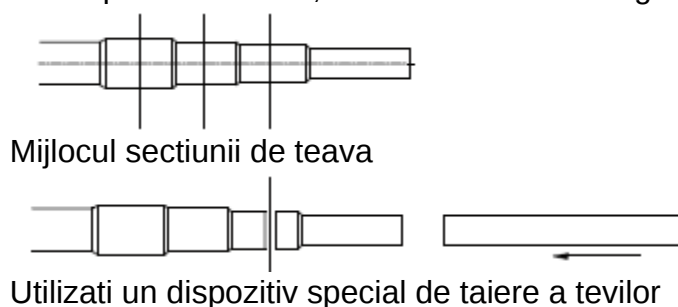

Figura 5.27
8. Curatati celelalte orificii in acelasi mod, lucrând pe rând de la unitatea interna A spre unitatile externe. Consultati figura 5.27.